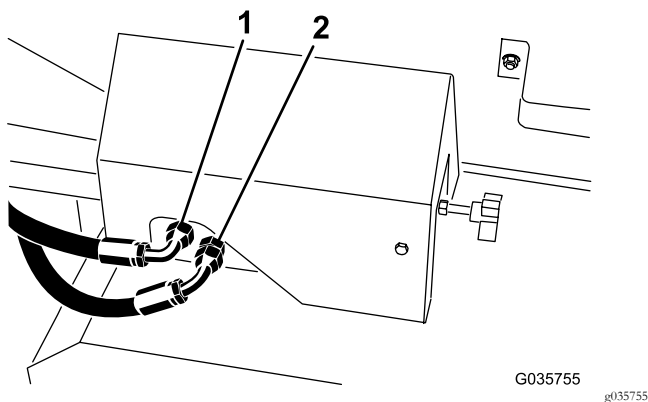

Рисунок 21
2. Снимите заглушки и подсоедините шланги, ранее снятые с передней части блока коллектора (Рисунок 21).